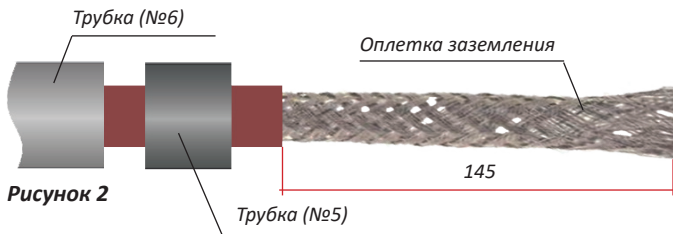

Рисунок 2
6.2. Снять оболочку на длине 145 мм от края нагревателя (рис.2).